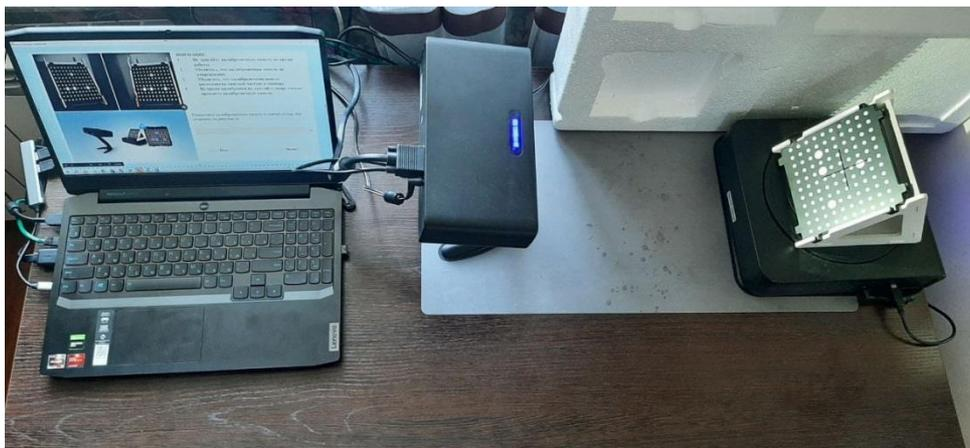

Рисунок 1.2
1. Собрать лабораторную установку на столе, расположив ее составляющие по трафарету. Исключить попадания яркого света и прямых солнечных лучей на поворотный стол и в камеры сканера (Рисунок 1.2). При необходимости, поставить ширму или другую преграду на пути от источника яркого света. Подключить все элементы к компьютеру.